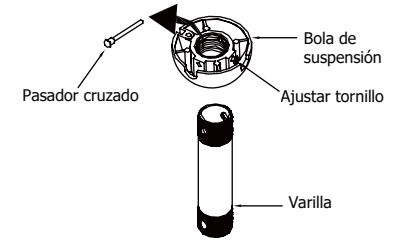

Fig. 7
**Paso 3.** Retire la bola de la percha del ensamblaje de la varilla descendente aflojando los tornillos de fijación, quitando el pasador de cruz y deslizando la bola de la varilla. (Fig. 7)